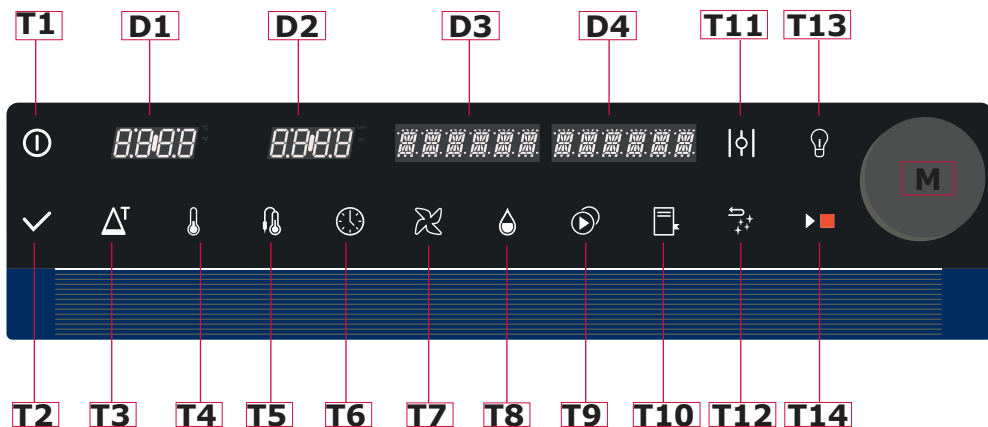

Fig. 8
Accendere il forno mediante il tasto dell'interruttore principale **T1 Fig. 8** (pagina seguente)
Premere il tasto **T14 (Fig.8)** "Start/Stop".
- Le luci nella camera di cottura, premendo l'apposito tasto **T13 (Fig.8)**, si accendono e dopo 45 secondi, se non spente prima premendo nuovamente il tasto, si spengono automaticamente.
Mediante la rotazione della manopola M (Fig.8) è possibile regolare il valore della funzione desiderata (es. aumentare o diminuire la temperatura / tempo / umidità ..). La conferma del valore inserito si attua mediante la pressione della stessa o del tasto corrispondente.
Mediante la pressione di 3 secondi del tasto **T1 (Fig.8)** è possibile accendere e spegnere il forno. All'accensione il forno è in modalità Stand-by in attesa dell'inserimento dei parametri di cottura.